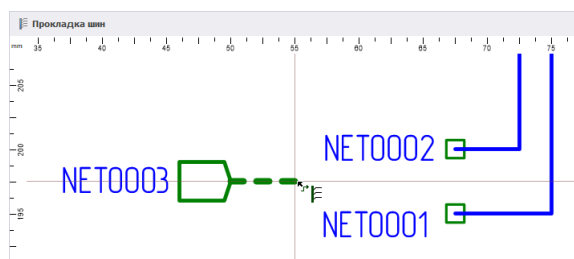

Рис. 264 Размещение цепи от порта
- Разместить порт на схеме, см. Рис. 264. Положение порта будет зафиксировано, после этого активируется размещение цепи/шины. Размещение цепи/шины осуществляется стандартными способами.